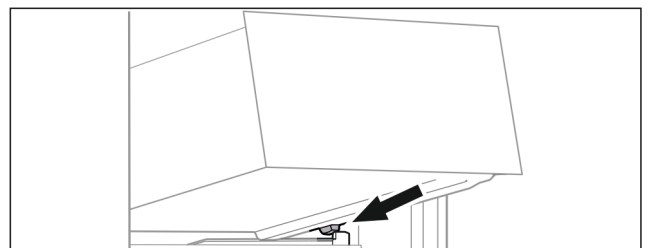

Fig. 100
- ▶ Applicare il cassetto inclinandolo dietro i fermi sulla nervatura del contenitore. (vedere Fig. 100)